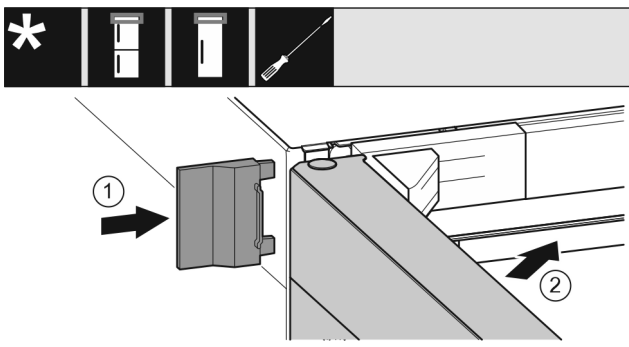

Fig. 20
- ▶ Äußere Abdeckung aufschieben. *Fig. 20 (1)*
- ▶ Obere Tür schließen. *Fig. 20 (2)*